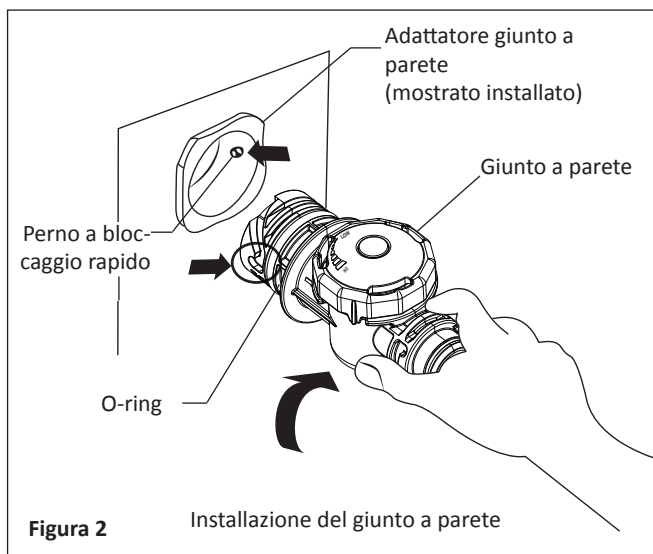

Figura 2
5. Inserire l'adattatore del giunto a parete nel tubo di ritorno filettato 1-1/2" NPT dedicato. Serrare a mano quanto basta. Vedere **Figura 2**.
6. Allineare il giunto a parete ai perni a bloccaggio rapido all'interno dell'adattatore a parete. Spingere completamente il giunto a parete dentro l'adattatore a parete. Ruotare di un quarto di giro in senso orario per bloccare il giunto a parete. **Tirare delicatamente verso l'esterno per inserire i perni a bloccaggio rapido**. Vedere **Figura 2**.